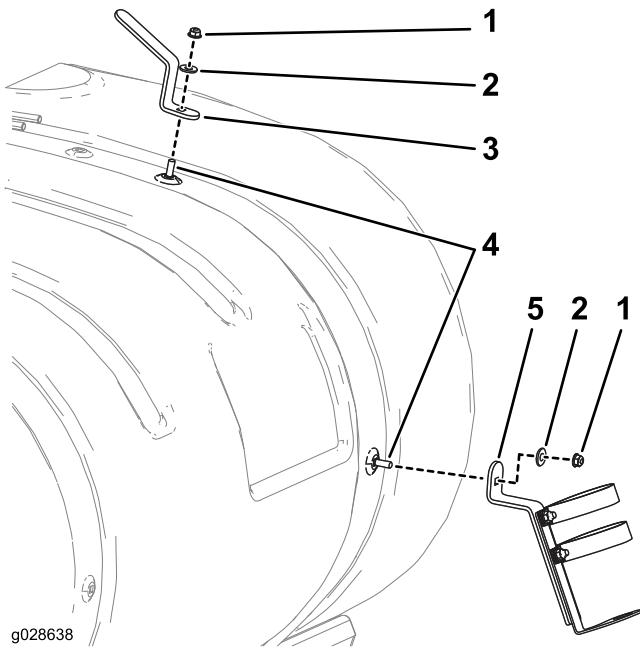

Figure 3
1. Desserrez la sangle avant de la cuve sur le côté droit (Figure 3).
2. Montez le support de pistolet-pulvérisateur comme montré à la Figure 3 à l'aide d'un boulon de carrosserie (5/16 x 3/4 po), d'une rondelle (3/8 po) et d'un contre-écrou (5/16 po).
3. Montez le crochet de flexible comme montré à la Figure 3 à l'aide d'un boulon de carrosserie (5/16 x 3/4 po), d'une rondelle (3/8 po) et d'un contre-écrou (5/16 po).